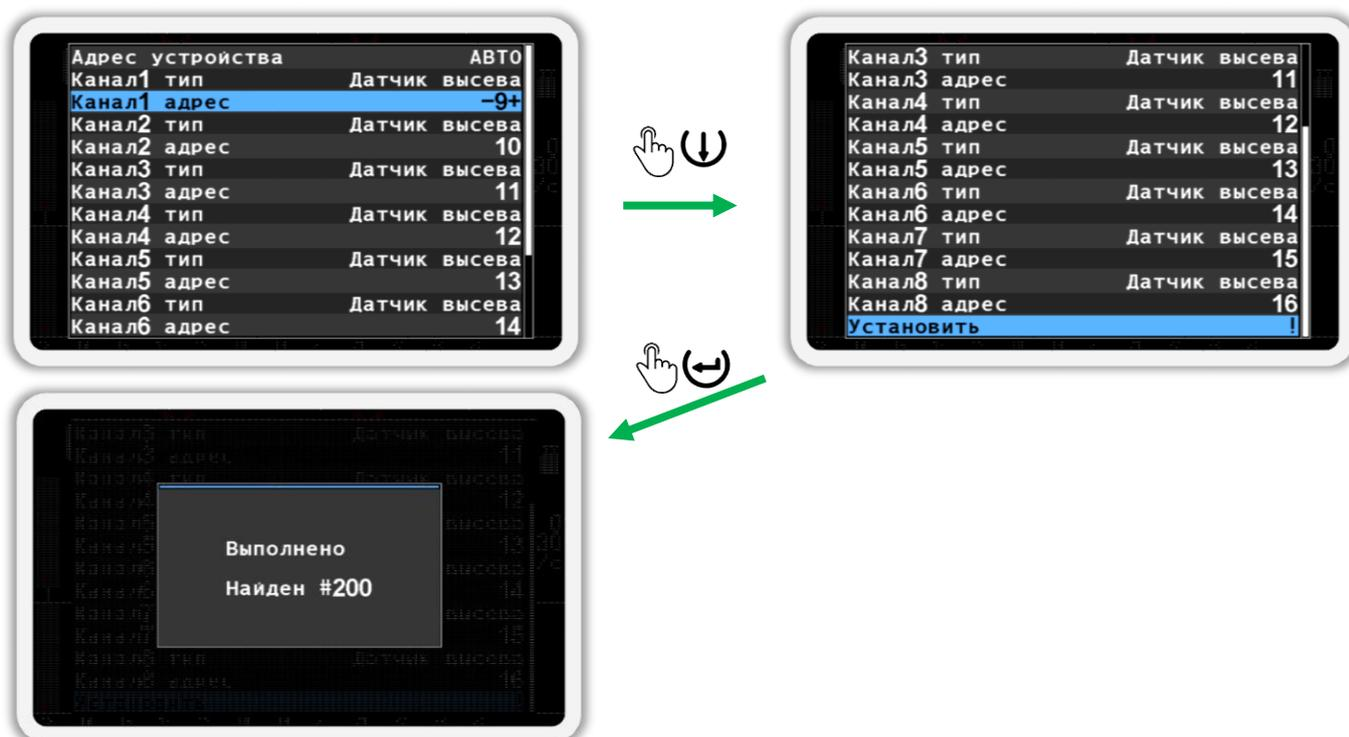

Рисунок 62
3. Кнопками  «Вверх» и  «Вниз» выберите пункт  «Канал1 тип» и кнопками  «Плюс» и  «Минус» задайте эмулируемый тип датчика «УВ» или «Датчик высева» для канала 1 (см. Рисунок 62 слева).
4. Кнопками  «Вверх» и  «Вниз» выберите пункт  «Канал1 адрес» и кнопками  «Плюс» и  «Минус» задайте адрес эмулируемого датчика канала 1 (см. Рисунок 62 слева).
6. Кнопками  «Вверх» и  «Вниз» выберите пункт  «Установить» и нажмите кнопку  «Меню». В результате удачного переименования на экран будет выведено сообщение - «Выполнено» (см. Рисунок 62 справа).